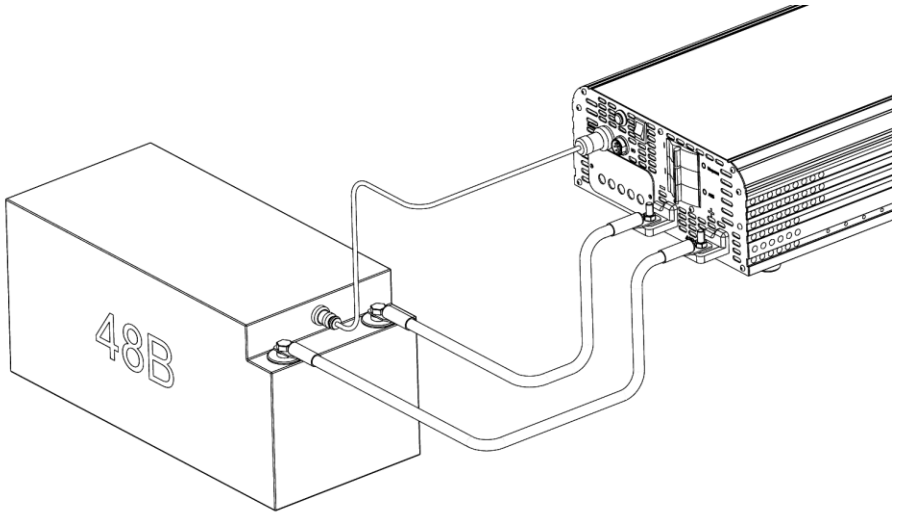

Рисунок 7. Підключення LiFePO4 АКБ до UPS-4048.
4.2.8 При використанні АКБ ТМ **Phantom Energy Solutions®** (LiFePO4) з номінальною напругою 48В, під'єднайте кабель даних (в комплект поставки не входить), як показано на Рис.7.